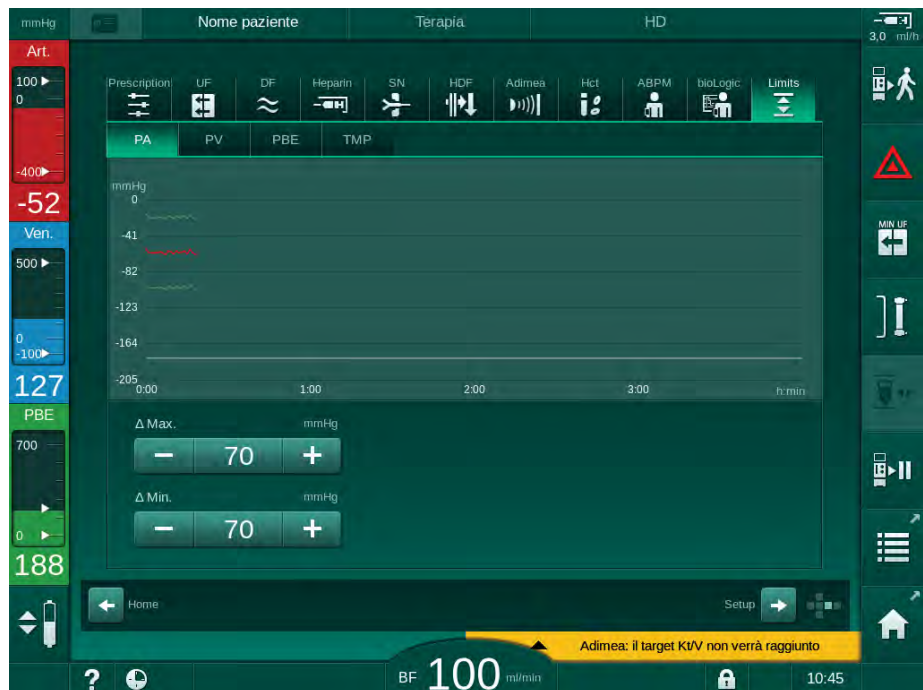
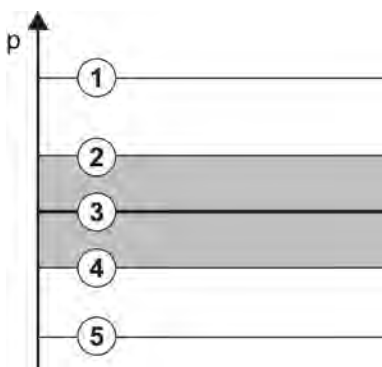

Fig. 5-20 Esempio di limiti di pressione nella videata *Dati terapia*
Fig. 5-21 Limiti di pressione
Il monitoraggio dei valori di pressione avviene mediante finestre dei limiti (area grigia in Fig. 5-21) definite tramite la distanza fra il valore attuale ③ e i limiti superiore ② e inferiore ④ (valori Delta min/max). La somma delle due distanze in questione fornisce l'ampiezza della finestra dei limiti; nell'esempio precedente, ad esempio, Fig. 5-20 :  $70 + 70 = 140$  (mmHg).